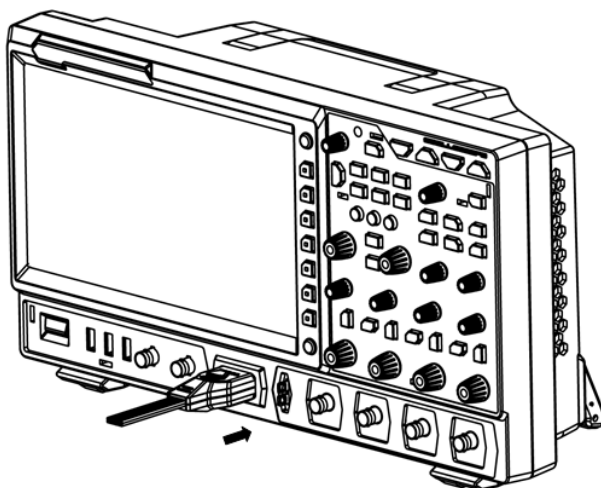

图 4.9 连接逻辑探头
1. 将逻辑探头输出端按正确的方向连接至示波器前面板的数字通道输入端，如 图 4.9 所示。